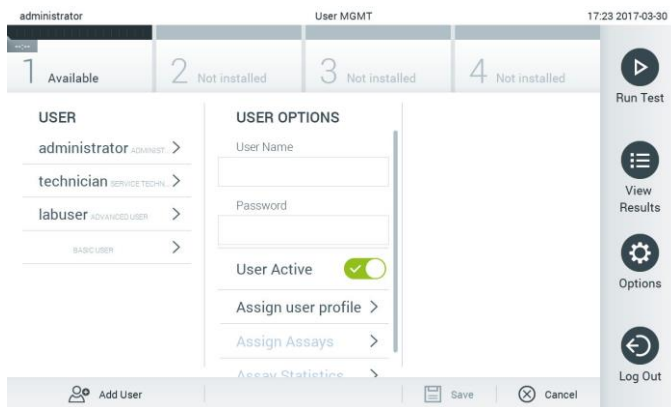

Figura 52. Adicionando um novo usuário.
1. Pressione o botão Options (Opções) e o botão User Management (Gerenciamento de usuários). A tela User Management (Gerenciamento de usuários) é exibida na área de conteúdo da tela (Figura 52).